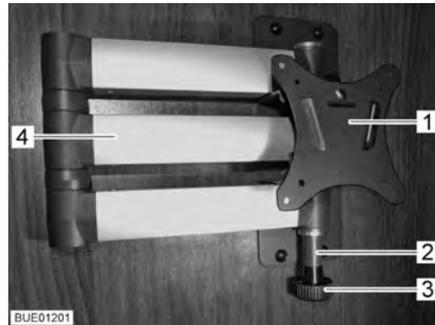

Fig. 53 Supporto con braccio snodato
- Tirare il bottone di sbloccaggio (Fig. 53,3). Il braccio snodato (Fig. 53,4) è sbloccato.
- Ruotare lo schermo piatto all'indietro nella sua posizione iniziale, finché il supporto (Fig. 53,1) non si innesta nel bloccaggio (Fig. 53,2).